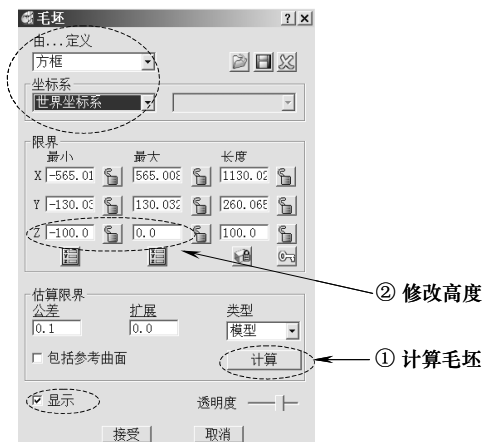
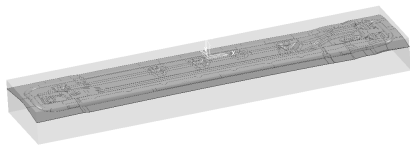

图 7-5 计算毛坯
图 7-6 毛坯
(1) 计算毛坯 在 PowerMILL “综合”工具栏中,单击“毛坯”按钮,打开“毛坯”表格,按图 7-5 所示设置参数。单击“接受”按钮,关闭该表格。计算出来的毛坯如图 7-6 所示。
在 PowerMILL “综合”工具栏中，单击“毛坯”按钮，打开“毛坯”表格，按图 7-5 所示重新设置毛坯尺寸。单击“接受”按钮关闭“毛坯”表格。